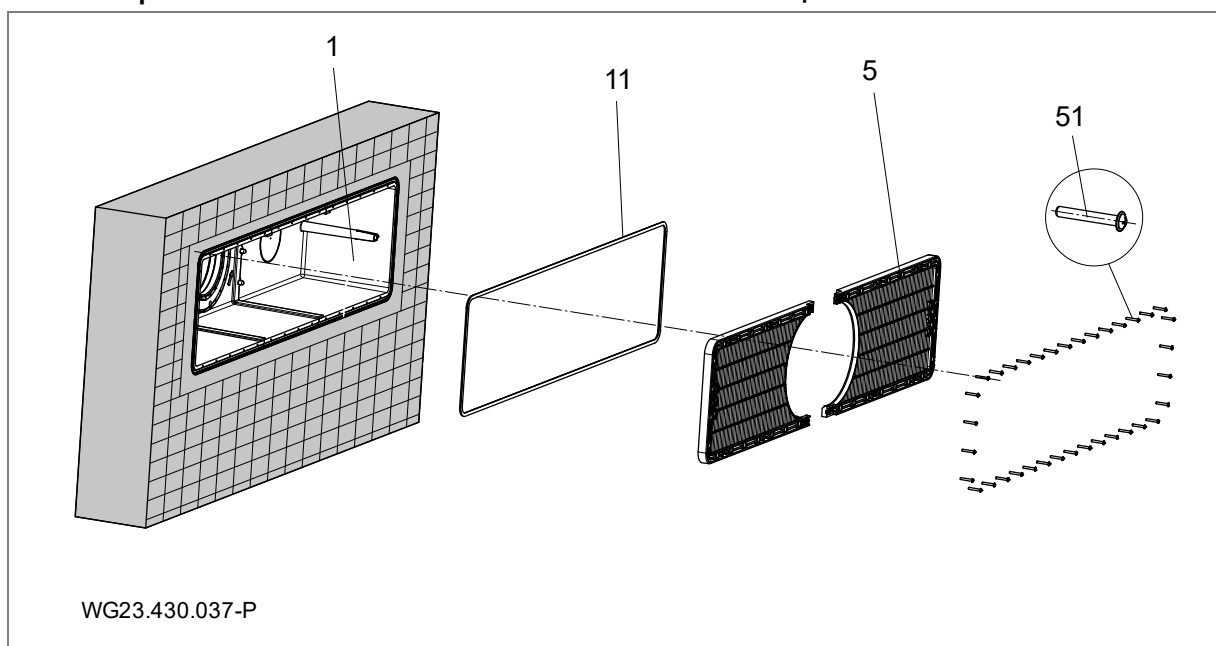

Рис. 8
Для герметизации бетонной стены рекомендуется создать сплошное кольцо из эпоксидной смолы/кварцевого песка на обращенной к стене бассейна внешней стороне корпуса (1). См. "Рис. 8" на стр. 17.